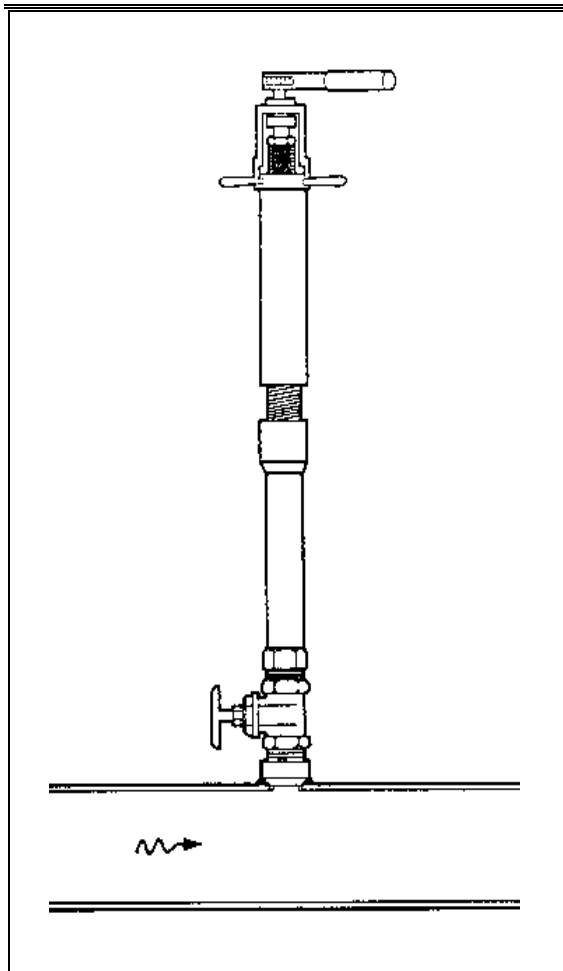

Abb. 13 Bohrmachine mit Adapter auf Absperrschieber
7. Montieren Sie den Adapter für die Bohrmaschine auf den Absperrschieber (Abb.13).